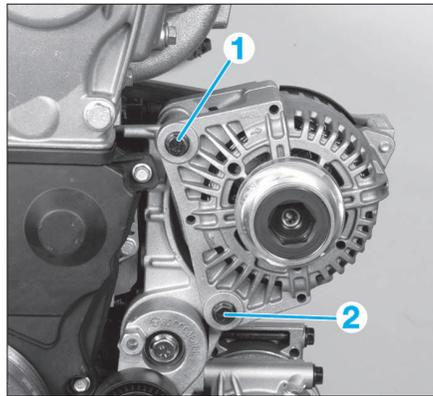

FIG. 10
- Déposer la vis supérieure (1) de l'alternateur (Fig.10).
- Desserrer la vis de fixation inférieure (2) de l'alternateur.